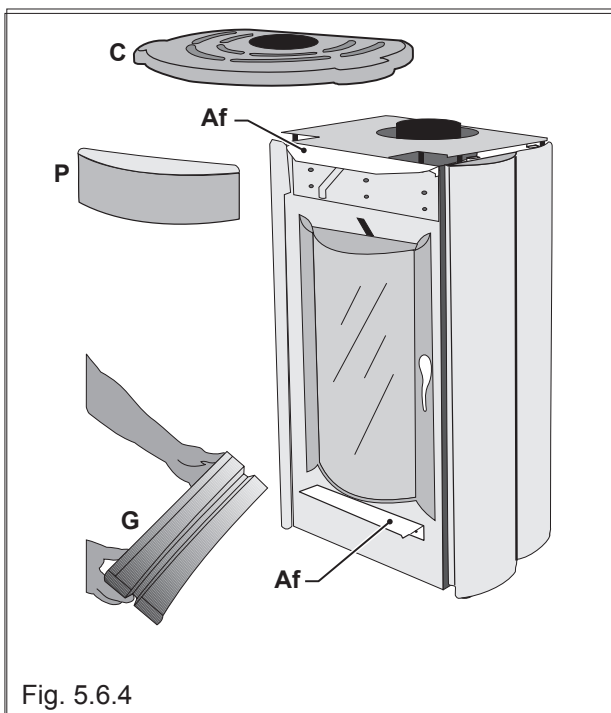

Fig. 5.6.4
- l'appuyer à la bride de support (Af) (Fig.5.6.4) de façon à ce que la partie pliée de celle-ci aille s'introduire dans la rainure intérieure de la partie avant.
- apoyarlo en el estribo de soporte **(Af)** (Fig.5.6.4) de modo que la parte doblada de este último encaje en la ranura anterior del frente.